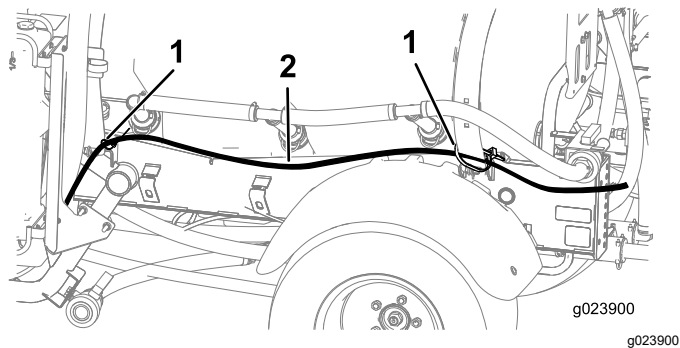

Figure 16
2. Acheminez les 2 tubes de mousse des rampes vers l'avant sur le côté de la machine avec le support de montage (Figure 16).